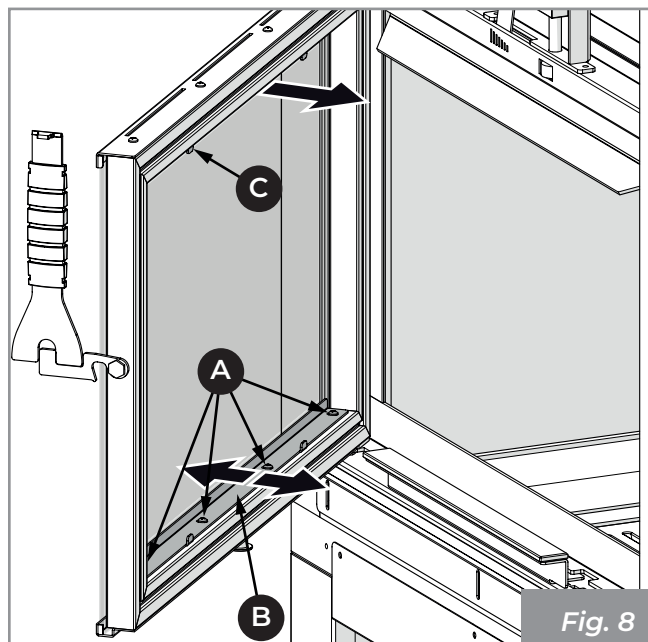

Fig. 8
Les Ecomonoblocco Palazzetti sont munis de deux lamelles (E et F) (Fig. 8) qui permettent de régler le flux d'air pour le nettoyage de la vitre.
- 2) Desserrer les vis (A) et régler l'air de nettoyage vitre inférieur (B). Procéder de la même façon pour l'air de nettoyage vitre supérieur (C) (Fig. 8).